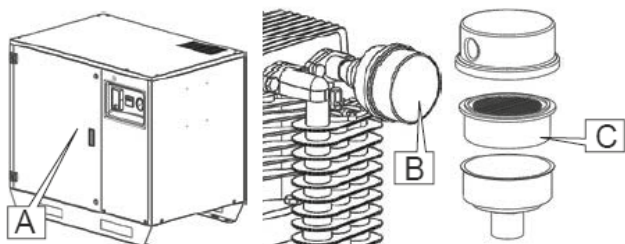

Fig. 13
- 3 Öppna dörren med den medföljande nyckeln Pos. A fig.13.
- 4 Skruva loss locket Pos.B Fig.13, ta bort patronen och byt ut den mot en ny.